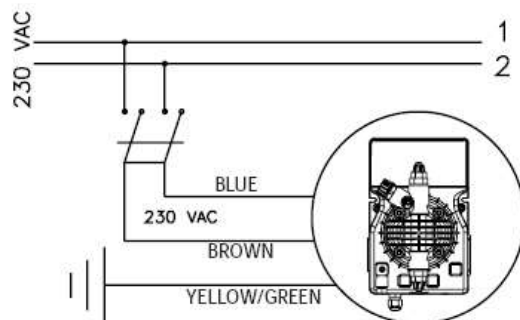

Рис. 4
1. Отсоединить вилку кабеля электропитания от сетевой розетки 220V или отключить питание двухполюсным выключателем с минимальным расстоянием между контактами 3 мм (Рис. 4)
1. Отсоединить пины от сетевой розетки или отключить питание двухполюсным выключателем с минимальным расстоянием между контактами 3 мм (Рис. 4)
b. — Перед началом установки ознакомьтесь с правилами электрических подключений в вашем регионе. (Рис. 4)